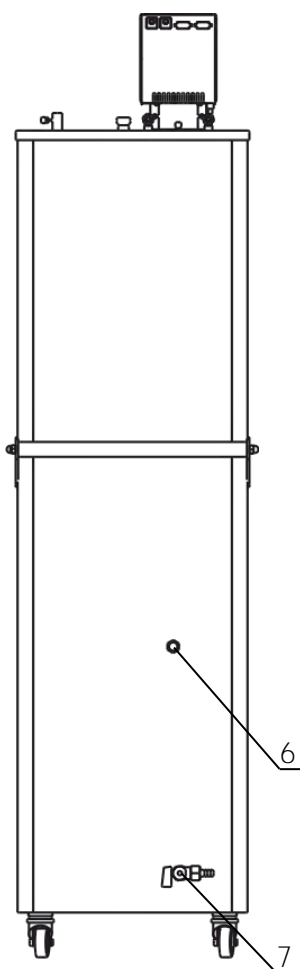

Рисунок 3 — Задняя панель термостата
2.2.5 К переливному штуцеру 6 (рисунок 3) присоединить гибкий шланг, второй конец которого опустить в емкость для сбора излишков теплоносителя объемом 1.5–2 литра.
2.2.7 При первом запуске термостата необходимо включить блок регулирования в режиме прокачки в соответствии с документом ТКЛШ 3.222.009-11 РЭ «Блоки регулирования температуры погружные циркуляционные М11, М11М серии МАСТЕР». При работе циркуляционного насоса уровень теплоносителя в рабочей ванне поднимается, и теплоноситель начинает равномерно переливаться в основную ванну. При этом уровень теплоносителя в основной ванне падает, что может привести к срабатыванию защиты от недостаточного уровня теплоносителя. Доливать теплоноситель следует до момента начала слива из переливного штуцера 6 (рисунок 3).
2.4.2 Надеть сливной шланг из комплекта поставки на кран 7 (рисунок 3) и закрепить его хомутом. Свободный конец шланга опустить в емкость для сбора теплоносителя объемом, превышающим объем термостата.